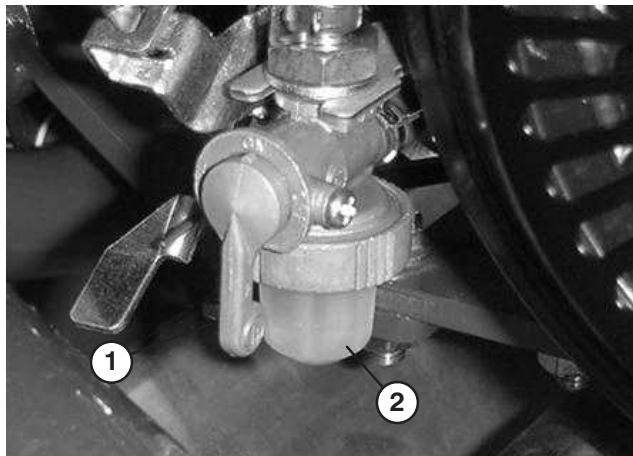

Figure 34
1. Fermez le robinet d'arrivée de carburant et dévissez la cuve du corps du filtre (Fig. 34).